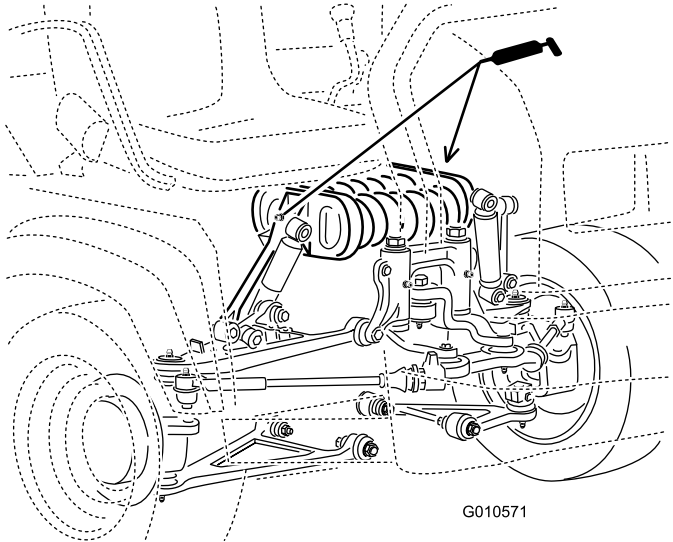

Bild 49
Federstangen (2), siehe Bild 49